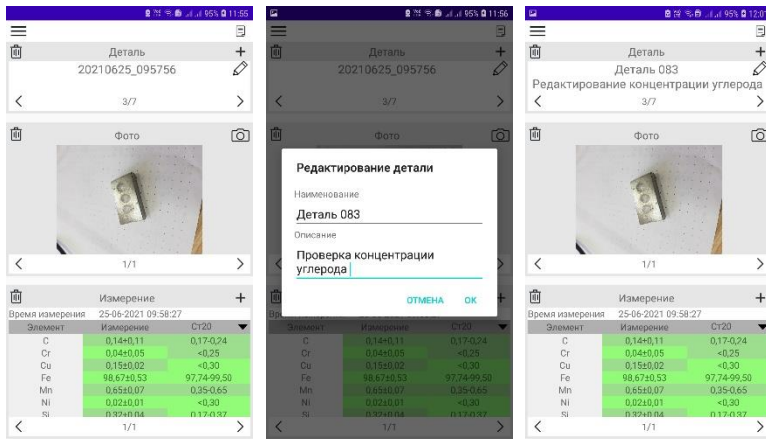

Рисунок 10 – Окно редактирование детали и ее описания
Окно редактирования детали (Рисунок 10) позволяет задать имя и описание детали, добавить фото детали, связать с деталью измерения из архива.
- кнопка добавить деталь. При нажатии на кнопку будет отображено дополнительное диалоговое окно для ввода наименования новой детали (Рисунок 10);